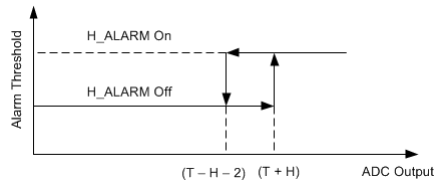

図 86. 上限 ALARM ヒステリシス
ADS8668 は、特定のチャンネルのためのデジタル出力は上限アラームの上限 [上限アラームしきい値 (T) + ヒステリシス (H)] を超えたときに上限アラームを設定します。チャンネルのデジタル出力が上限アラームの下限（上限アラーム T-H-2）以下の場合、アラームはリセットされます。この機能を図 86 に示します。